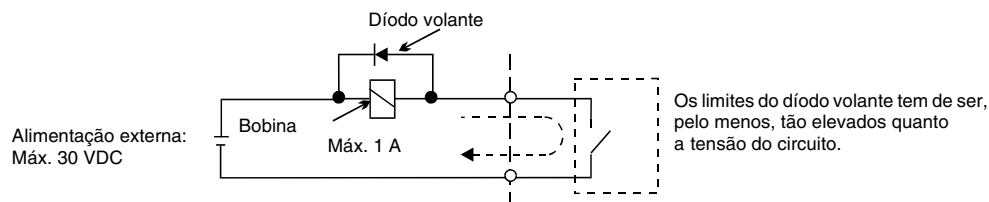

Fig 6 Ligação do díodo volante
*3. Quando estiver a propulsionar uma carga reactiva, como uma bobina de relé com fonte de alimentação DC, insira sempre um diodo volante conforme mostrado na Fig 6